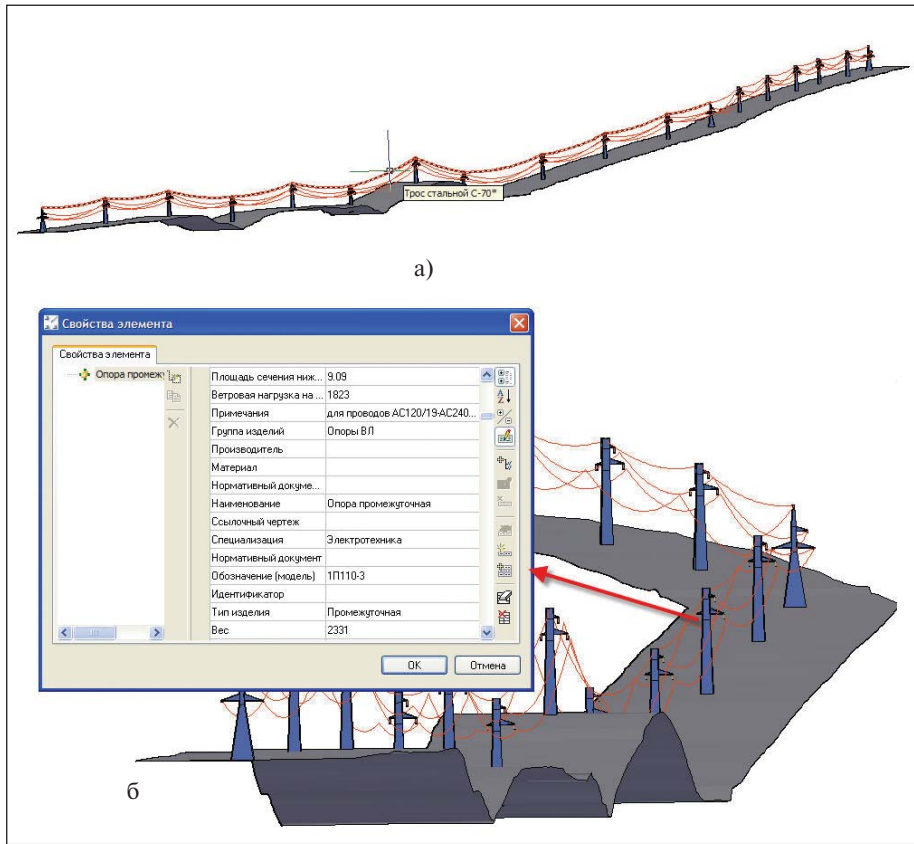

Рис. 2. Расстановка опор на профиле в 3D
5. Автоматическая генерация 3D-модели ЛЭП (рис. 2).